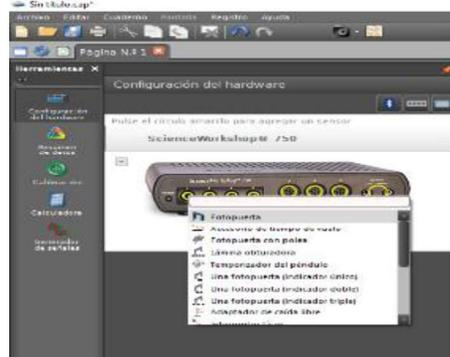

Figura No. 3
3. Dando un clic en la sección de configuración del hardware y sobre el canal 1 de la interfaz se muestra la lista de sensores, de la cual debe seleccionar **<Fotopuerta>** (*Figura No. 3*).